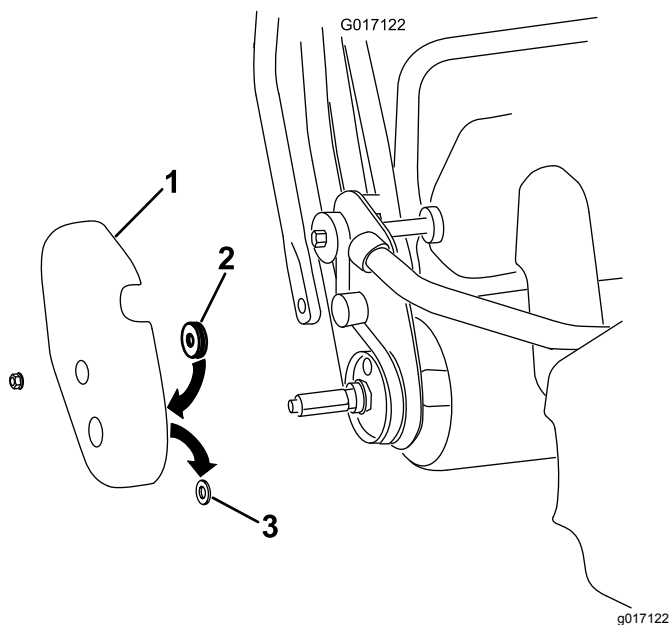

Figura 5
- Retire a cobertura do tambor do lado direito da máquina (Figura 5).
- Retire e deite fora o olhal de borracha do furo do eixo da cobertura do tambor (Figura 5).
- Coloque o vedante no lado interior da cobertura posicionando-o em redor do furo do eixo (Figura 5).